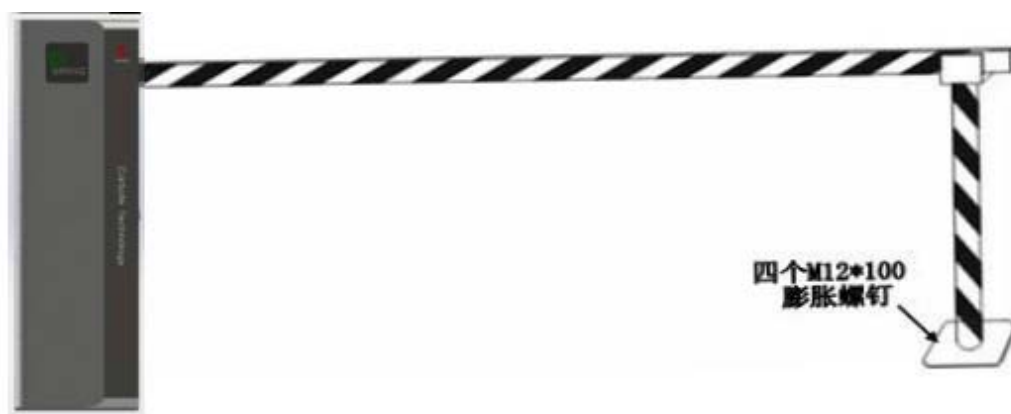

图 13
- 确定四个地脚螺栓孔位置，打上四个 M12 的膨胀螺栓或用水泥埋上四个 M12 脚螺栓（如图 13）；